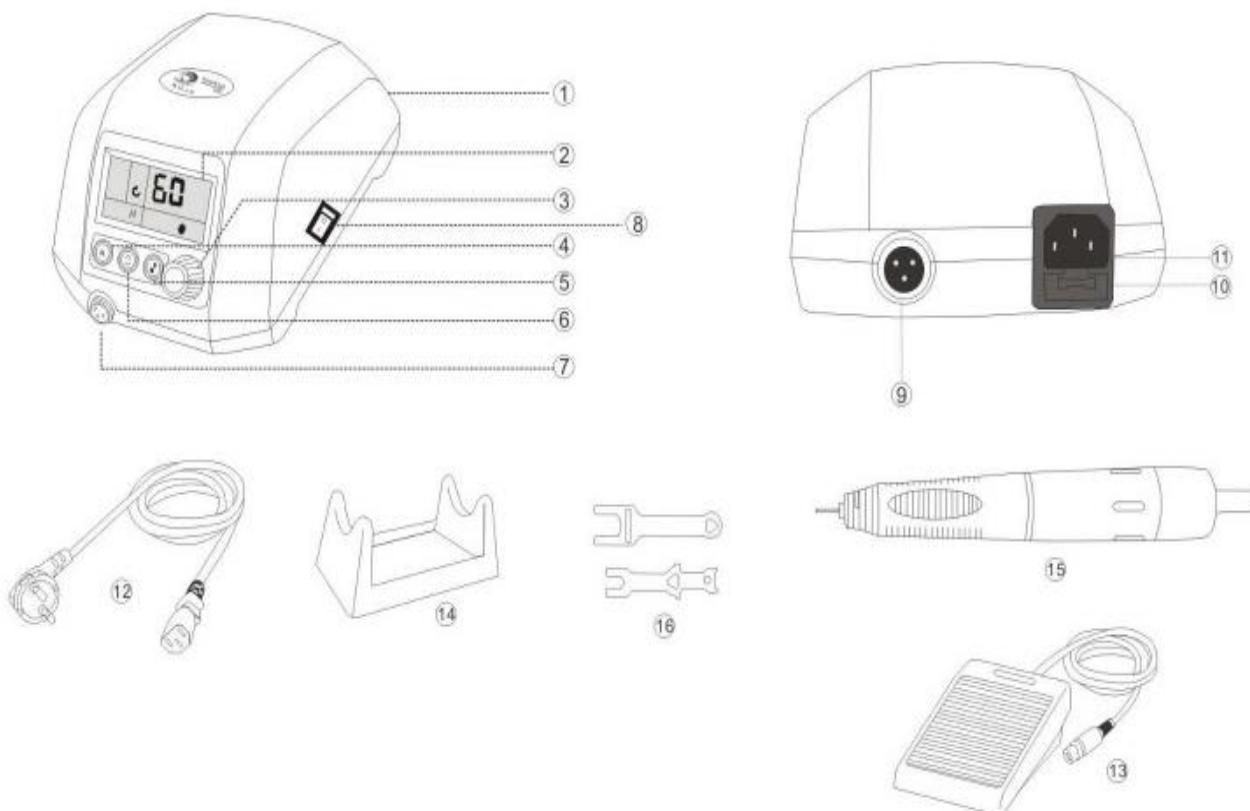

Рис. 1
Установите блок управления (Рис.1, поз. 1) на ровную твердую поверхность. Обеспечьте свободный доступ к органам управления блока.
Подключите кабель наконечника (Рис.1, поз. 15) в разъем (Рис.1, поз. 7) блока управления. При подключении необходимо совместить направляющие выступы и проточки на разъемах. Зафиксировать соединение гайкой, установленной на кабеле наконечника. Подключение должно производиться без особых усилий.
Подключите кабель педали (Рис.1, поз. 13) в разъем (Рис.1, поз.9) блока питания. Расположите
Положите наконечник на подставку (Рис.1, поз. 14)
Проверьте положение кнопка отключения / включения питания «ON/OFF» (Рис.1, поз.8).
Проверьте положение регулятора оборотов (Рис.1, поз. 3). Регулятор должен находиться в крайнем левом положении, для этого поверните его до упора против часовой стрелки.
Подключите кабель электропитания (Рис.1, поз. 12) в гнездо блока управления (Рис.1, поз.11). Затем в сеть 220В.
- на задней панели прибора проверьте положение выключателя (Рис.1, поз. 8). Переведите кнопку в положение «ON».
- установить регулятор оборотов (Рис.1, поз. 3) на минимальное количество оборотов, в крайнее левое положение до упора.